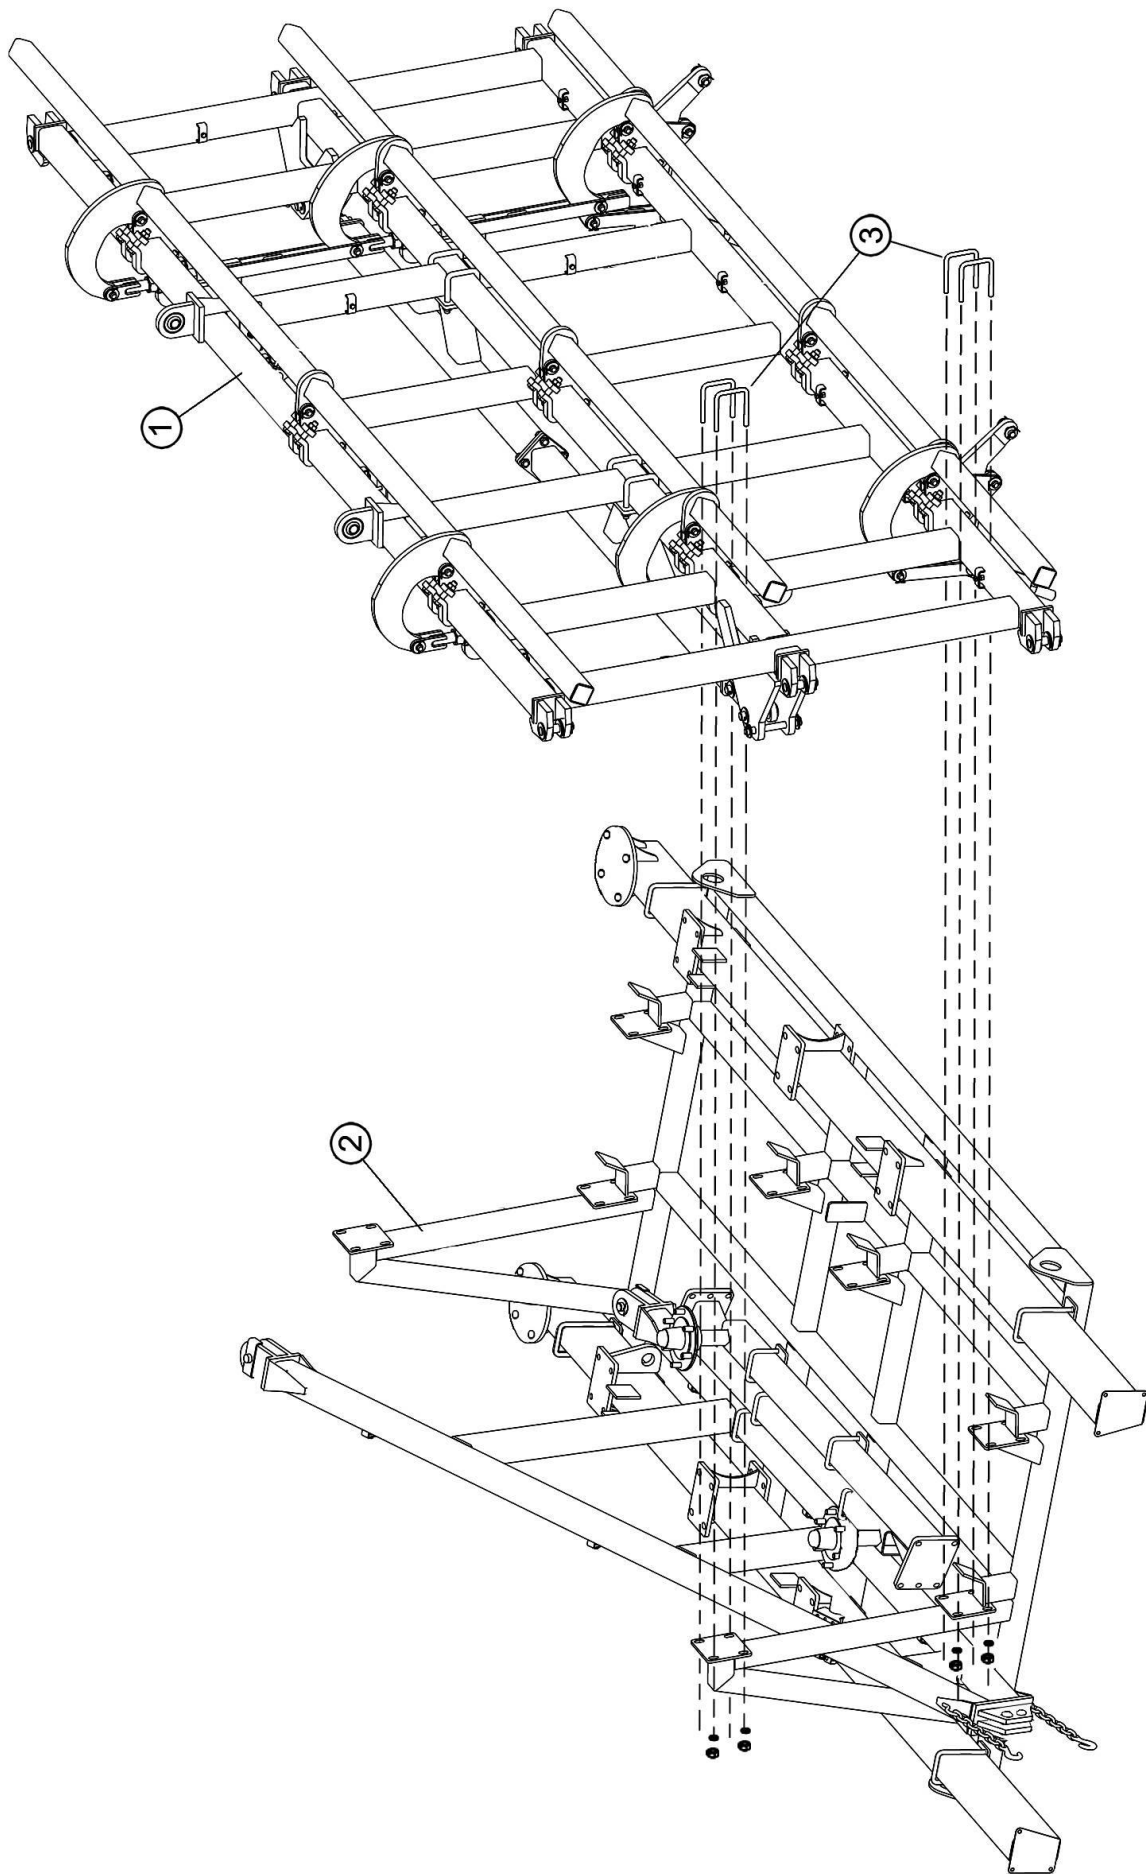

Рис.4.1.3. Снятие центральной рамы с опоры
4.1.2. Отсоедините центральную раму 1 (рис.4.1.3) от опоры 2, открутив стремянки 3 – 8 шт., крепящие раму снизу и по центру.